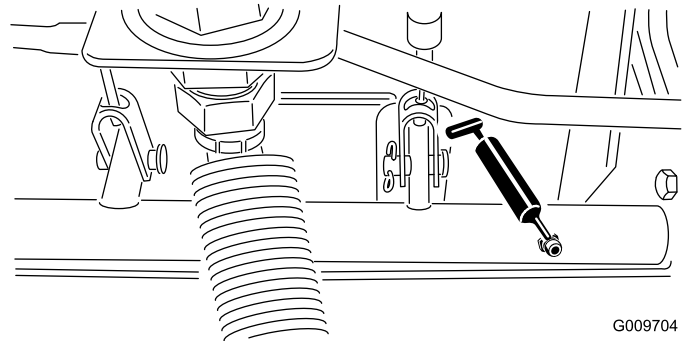

Figura 38
- Cojinetes del pivote del eje de freno (5), como se muestra en la Figura 38